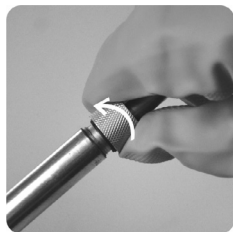

Fig. 11
8. Colocar a porca da haste girando no sentido horário, conforme fig 11.